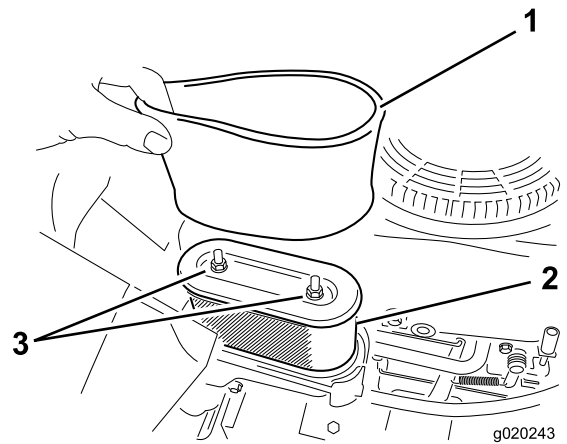

Figura 38
5. Rimuovete con cautela gli elementi del filtro in schiuma sintetica e di carta dal vano del filtro dell'aria (Figura 38).
**Nota:** Se è molto sporco, sostituite l'elemento di carta (Figura 38).
1. Installate il filtro di schiuma sul filtro di carta (Figura 38).